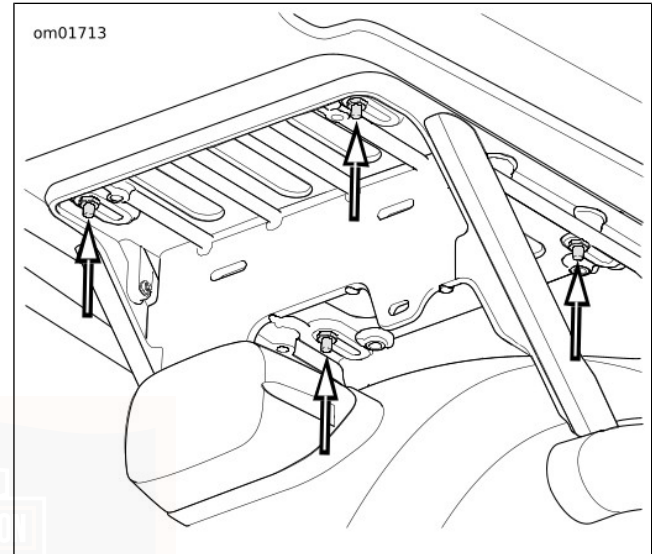

Figure 62. Ajustement de la position du Tour-Pak
1. Voir Figure 62 . Desserrer les quatre écrous qui attachent le Tour-Pak au support.